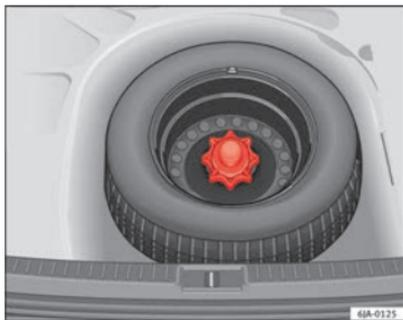

Fig. 130 Rueda de emergencia: piso de carga alzado
- Alce el piso de carga y manténgalo en posición elevada para poder sacar la rueda de emergencia ⇒ fig. 130.